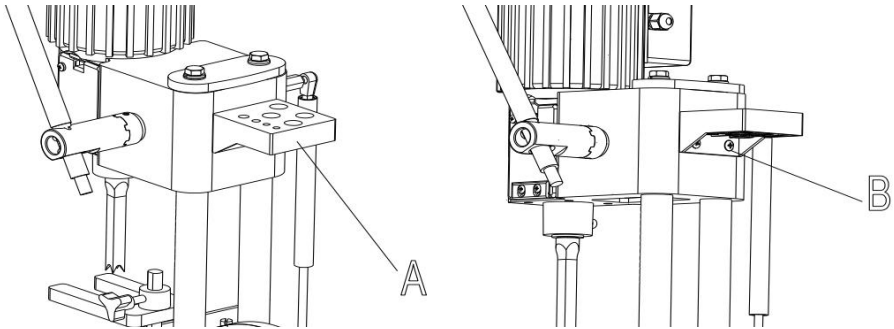

Abb. 8
5.Montieren Sie den Werkzeug- und Meißelhalter (A) Abb. 8 mit den beiden